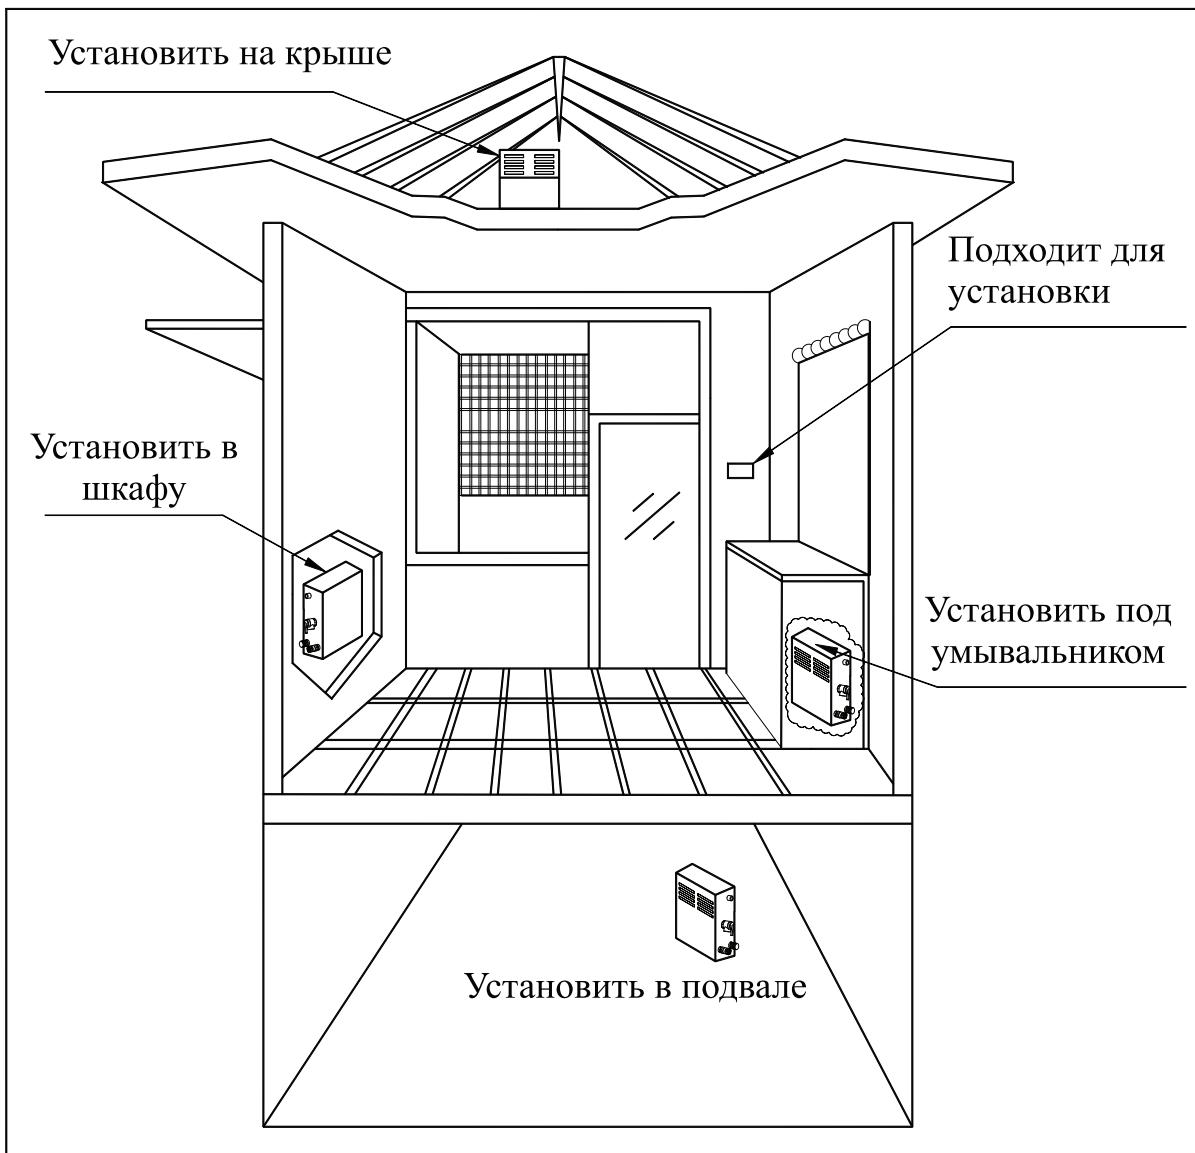

Рисунок 3 Места установки парогенератора
- Генератор должен быть установлен в сухом и хорошо проветриваемом месте. Он может быть установлен как на стене, так и на земле, но должен быть хорошо закреплен. Установите генератор как можно ближе к парилке, например, в шкафу, под умывальником или в подвале. (См. рисунок 3).